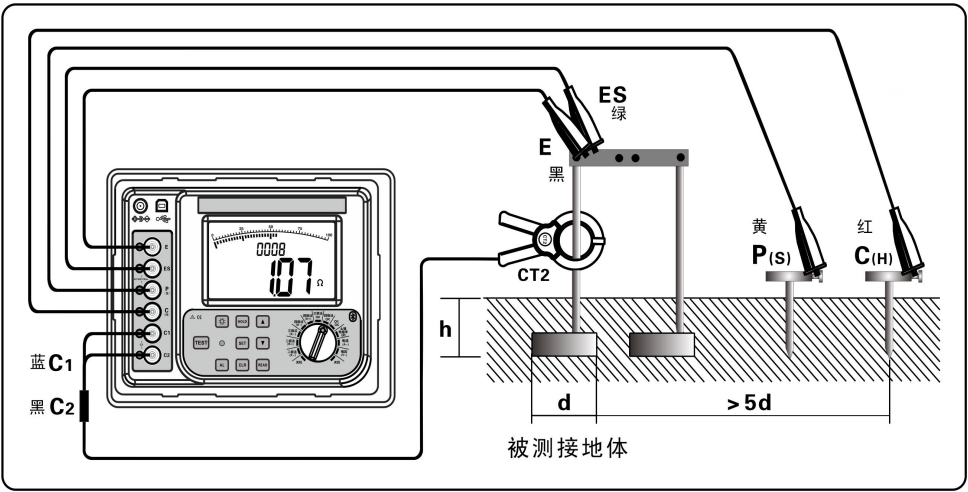

图 11（四线选择法测试示意图）
如图 11：从被测物体开始，分别将 P(S)、C(H) 辅助接地棒呈一条直线深埋入大地，将接地测试线(黑、绿、黄、红)从仪表的 E、ES、P(S)、C(H) 接口开始对应连接到被测接地极 E、辅助电压极 P(S)、辅助电流极 C(H) 上，将 CT2 电流钳的一端蓝色插头插入仪表 C1 接口，黑色插头插入仪表 C2 接口，电流钳钳入被
连接好测试线后，先将功能选择旋钮旋至 “” 位置，进入接地电阻测试模式，按一下 “**TEST**” 键开始测试，测试过程中有倒计时指示及测试进度棒图指示，测试完毕后显示稳定的数据，即上图 11 中被测接地体的接地电阻值 R。